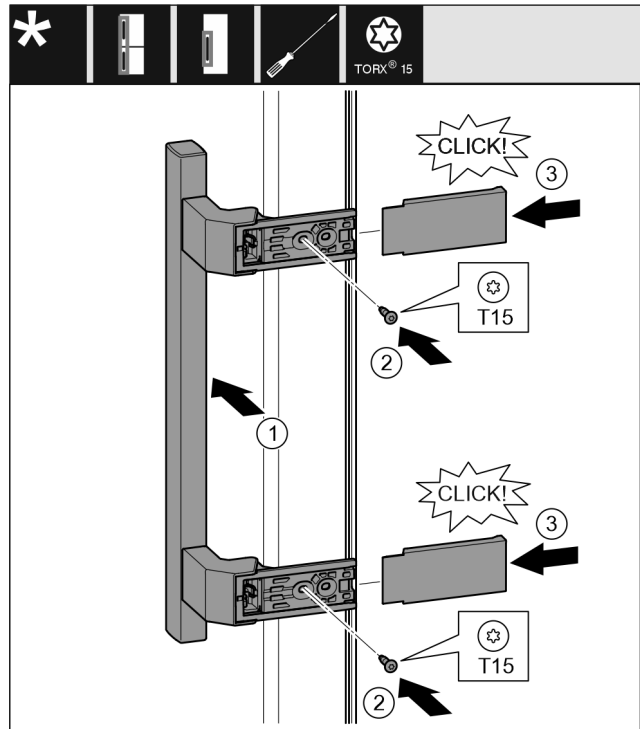

Fig. 21
- ▶ Встановіть ручку з протилежного боку. Fig. 21 (1)
- ▶ За допомогою викрутки T15 закрутіть гвинти. Fig. 21 (2)
- ▶ Встановіть збоку кришки і посуньте їх. Fig. 21 (3)